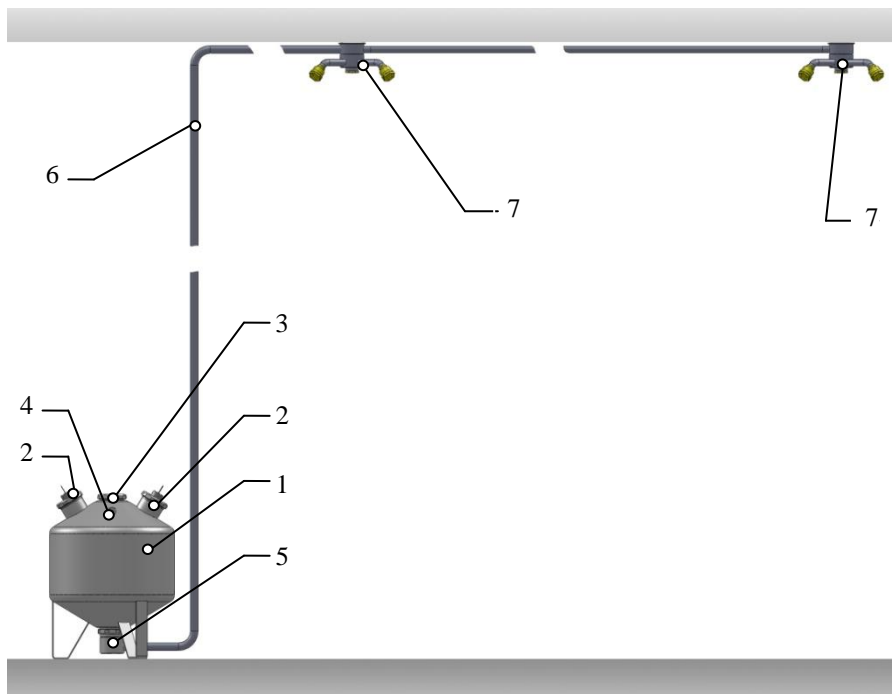

Рис. 1 Общий вид установки «ТРВ-Гарант»-30-ГЗ-ВД.
3.1. Общий вид МУПТВ «ТРВ – Гарант»-30-ГЗ-ВД представлен на рис. 1